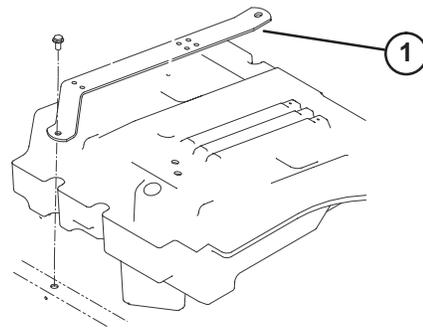

Bild 4
1. Nehmen Sie die Bundschrauben ab, mit denen die Sitzbefestigungsstreifen am Zugmaschinenrahmen befestigt sind (Bild 4).